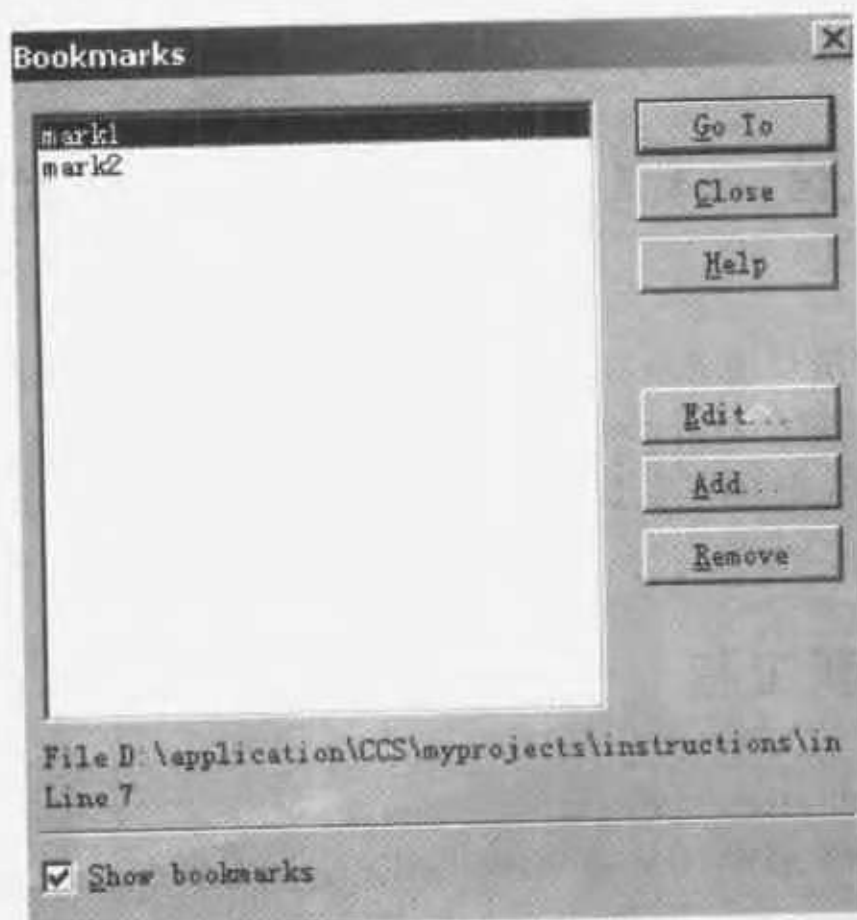

图 3.55 Bookmark 对话框列表
② 在编辑窗口中右击,在弹出菜单中选择 Bookmark→Bookmark... 项,将弹出如图 3.55 所示的 Bookmark 对话框列表。
③ 在 Edit 菜单中,选择 Bookmark 命令,将弹出如图 3.55 所示的 Bookmark 对话框列表。
④ 在 Edit Toolbar(编辑工具栏)中单击  图标,将弹出如图 3.55 所示的 Bookmark 对话框列表。
(3) Move to the next or previous bookmark(跳到下一个或前一个书签位置) 在 Edit Toolbar 中单击  图标,光标就移到下一个书签位置;单击  图标,光标就移到前一个书签